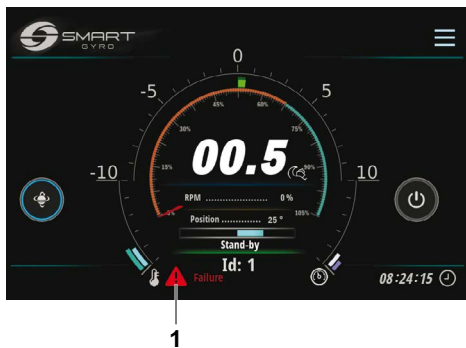

Figura 1
En caso de ocurrencia de un nivel bajo de anomalía, el sistema giroscópico continuará operando, pero en el caso de una anomalía de alto nivel, bloqueará la precesión y el motor se detendrá. Además, los iconos de alerta (Figura 1, (1)) parpadean en la página de inicio para notificarte de la ocurrencia de la anomalía de alto nivel.